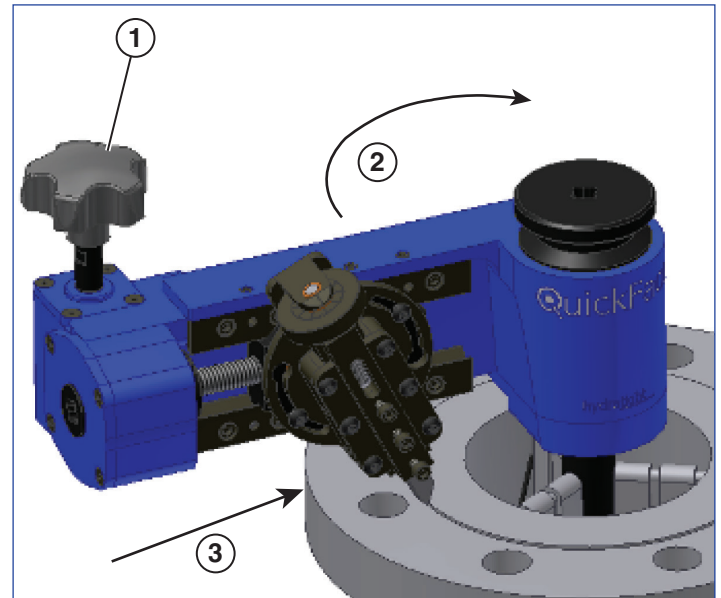

图 14
7. 用手掌牢牢抓住进给旋钮。在用手抓紧的情况下，绕着工件顺时针方向拉动 QuickFace（见图 14）。确保在切割路径中没有宽松的衣物或其它障碍物，或者确保在 QuickFace 的操作参数以内。如果切割需要的扭矩超过所需扭矩，则使用深度调节旋钮使刀头退出切割。如果无法绕着工件轻松拉动物器，则停止操作，然后重新调节切割深度。